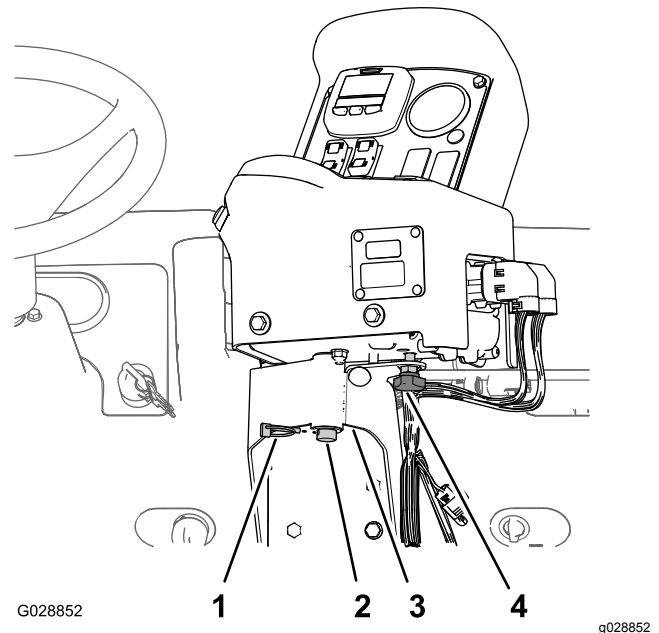

Figura 18
- Instale la consola de control en el soporte de montaje de la consola, y sujete la consola de control con la chaveta retirada previamente (Figura 18).
- Instale el pomo y apriételo para evitar que la consola gire durante el uso (Figura 18).